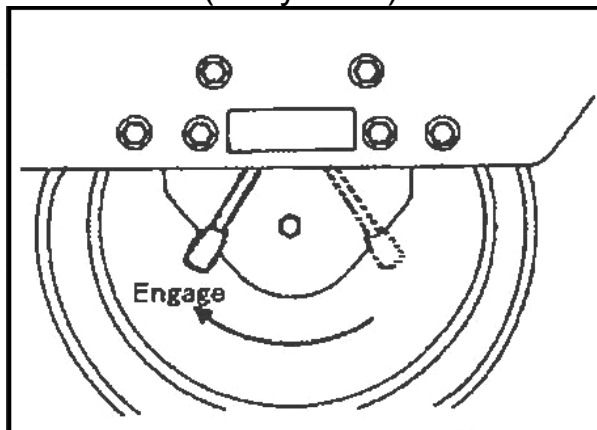

Рисунок 3
5. Поставьте машину на стояночный тормоз, переместив рычаг стояночного тормоза влево (Рисунок 3).